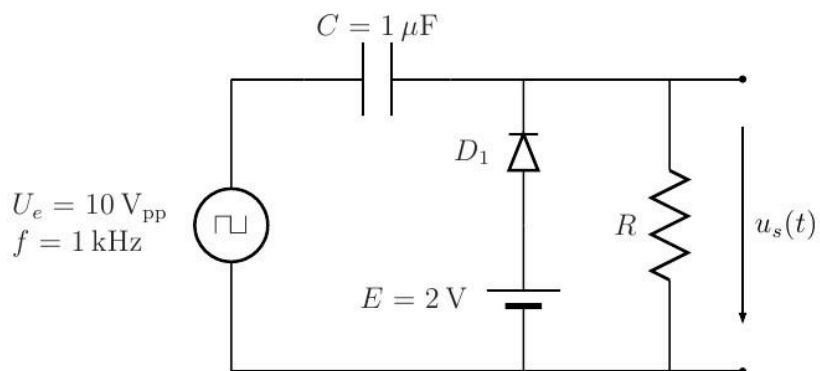

Figura 8: Circuito sujetador.
7. Cambie la polaridad al diodo tal y como se indica en la figura 8. Simule y obtenga las curvas de tensión en la salida $u_s(t)$, en el diodo $u_{D1}(t)$ y la entrada $u_e(t)$.